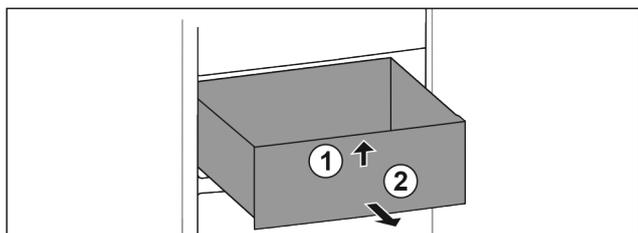

Fig. 66
- ▶ 抬起抽屉前部。 Fig. 66 (1)
- ▶ 朝前取出抽屉。 Fig. 66 (2)